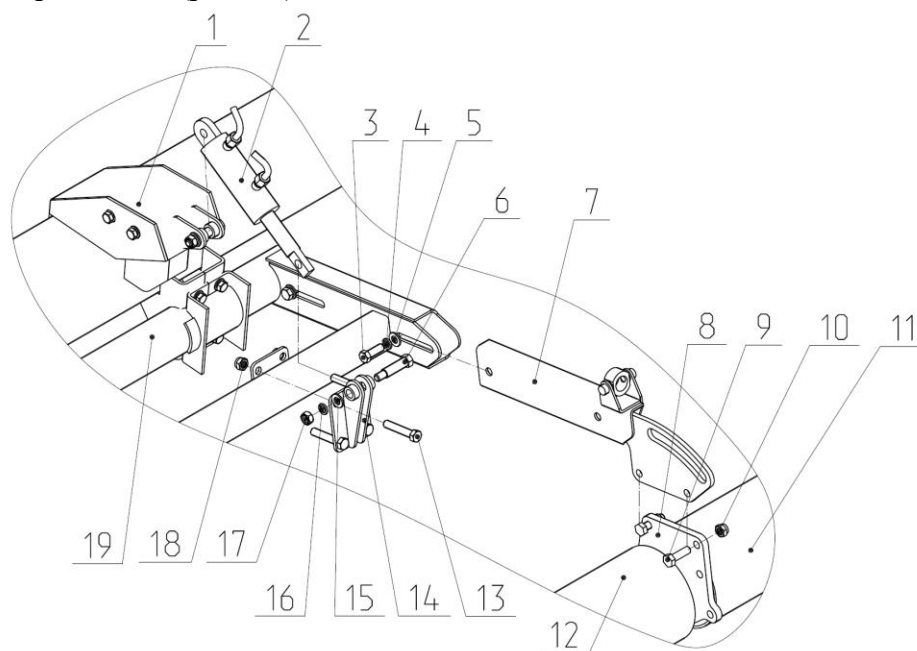

Рис. 6.3 ЖНПС 03.010 Рамка.
2.2.9 Регулировка рамы по высоте осуществляется гидроцилиндром 2 (рис.6.3) .
Вынос мотовило относительно режущего аппарата выполняется механически выдвиганием держателя 7 (рис.6.3)